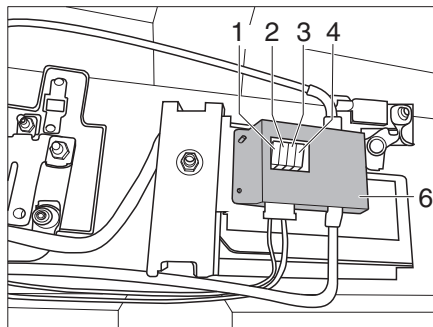
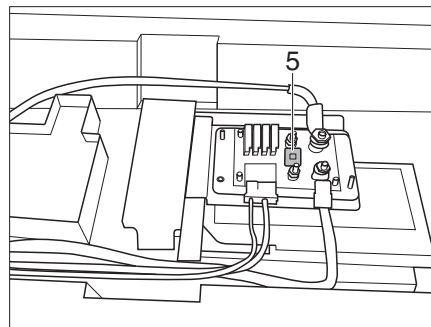

Bild 312 Säkringar Globebus Performance
Bild 313 Säkring laddningsbooster (skydd avtaget)
- För att nå säkringen F5 (Bild 313,5) för laddningsboostern, måste skyddet (Bild 312,6) tas av.